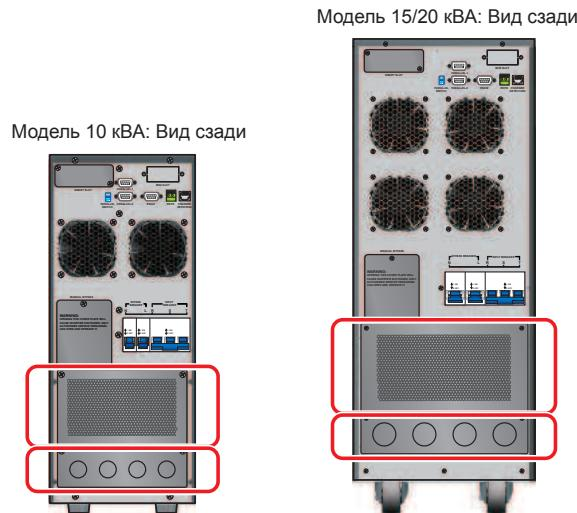
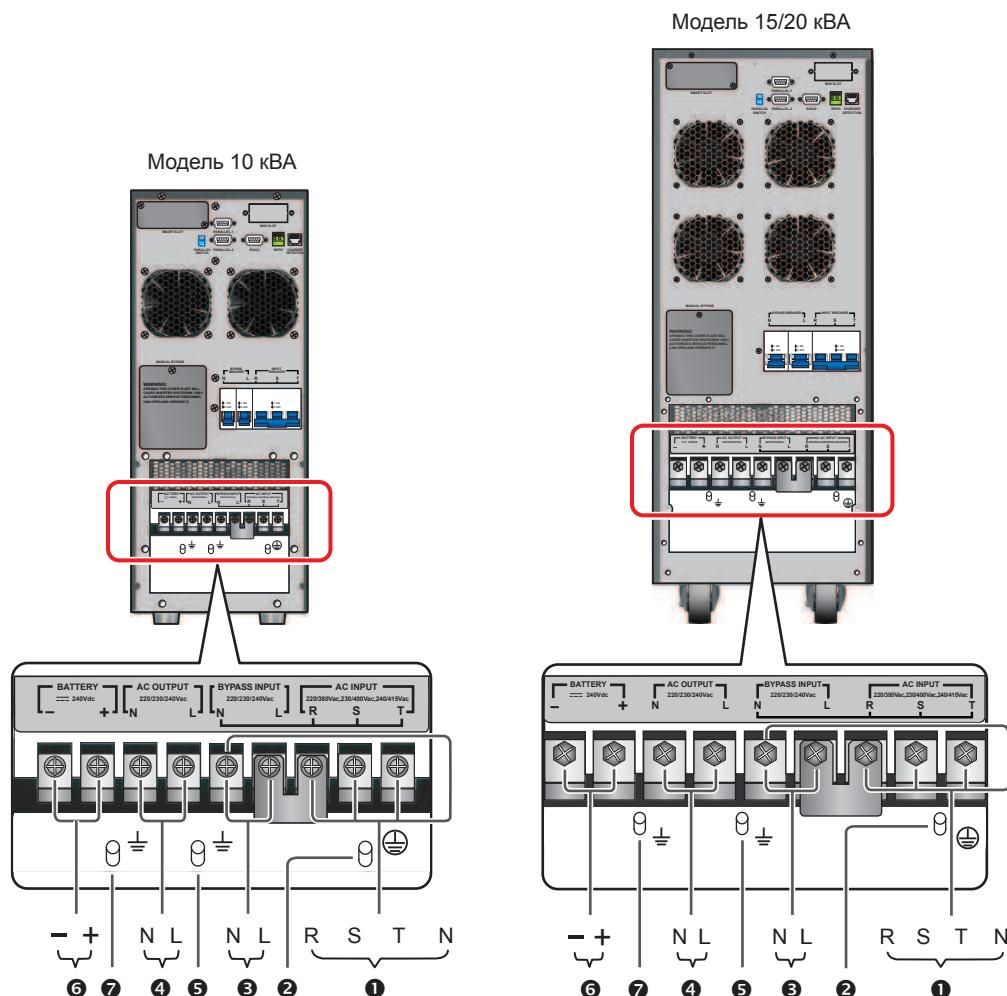

Рис. 6-10. Местоположение защитных панелей
Рис. 6-12. Блок зажимов
- 1 Снимите защитные панели, показанные на **Рис. 6-10**, за ними находится блок зажимов для подключения, представленный на **Рис. 6-12**.
- 2** Уточните по *Рис. 6-12* порядок подключения проводников к зажимам.